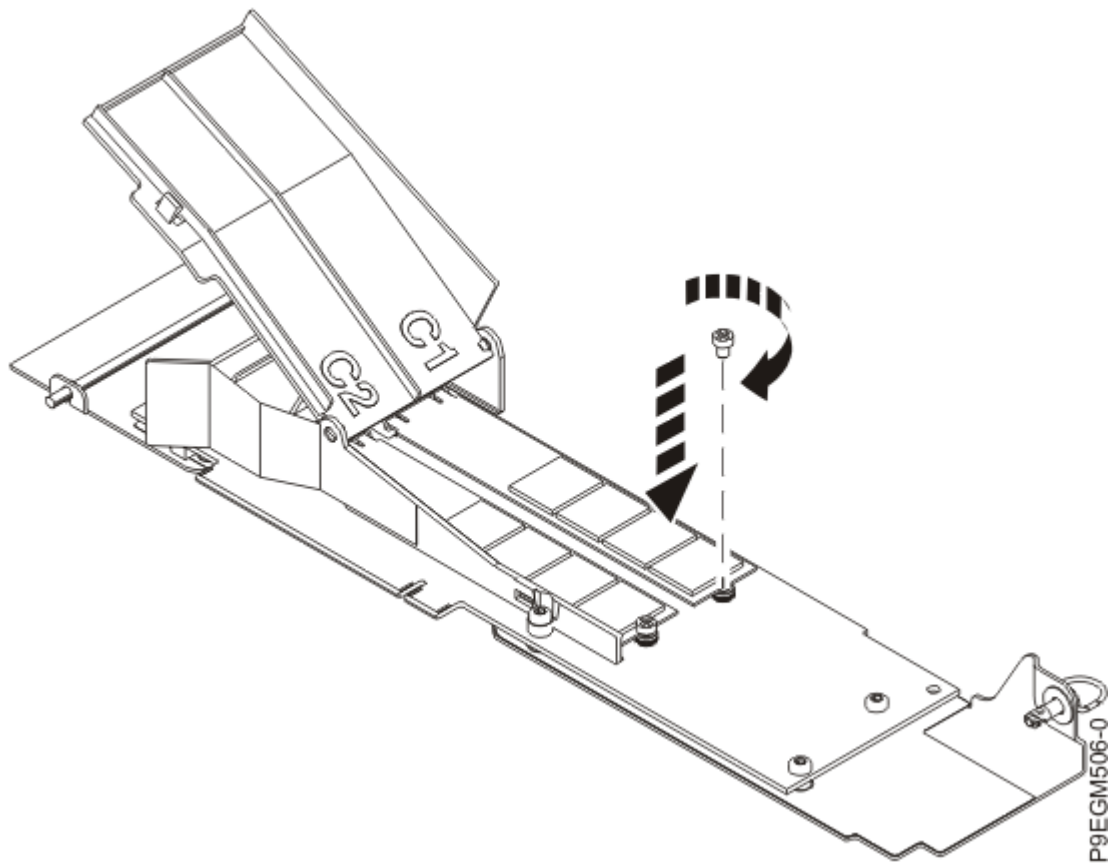

図 9. キャリア・カードへの NVMe M.2 フラッシュ・モジュールの固定
4. プラス・ドライバーを使用して、フラッシュ・モジュールを NVMe M.2 キャリア・カードに固定します。12 ページの図 9 を参照してください。